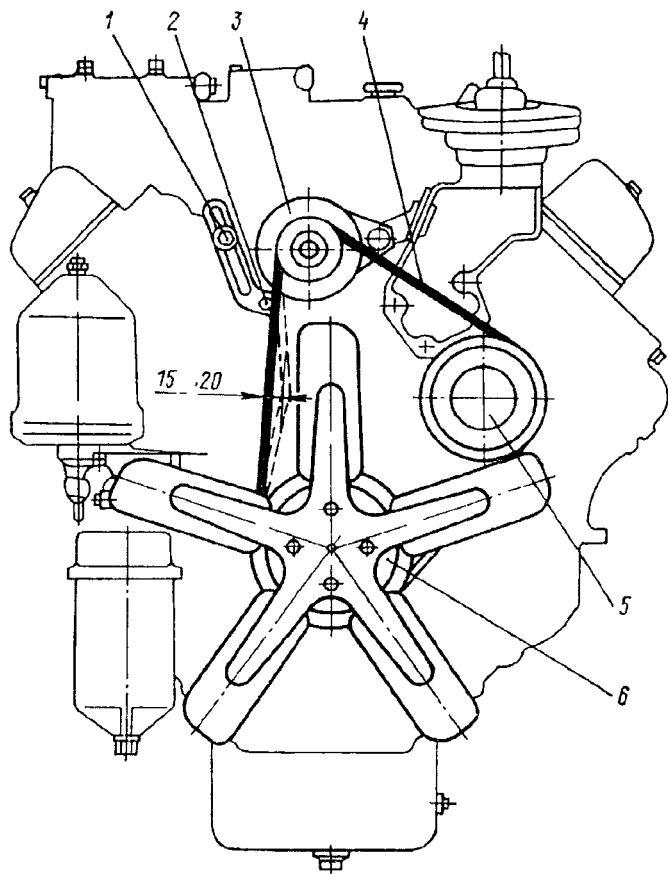

Рис. 40. Схема проверки натяжения ремней привода генератора и водяного насоса:
2. Ослабьте болт 1 (рис. 40) крепления планки и болт 2 крепления планки к генератору	Накидной ключ 17 мм